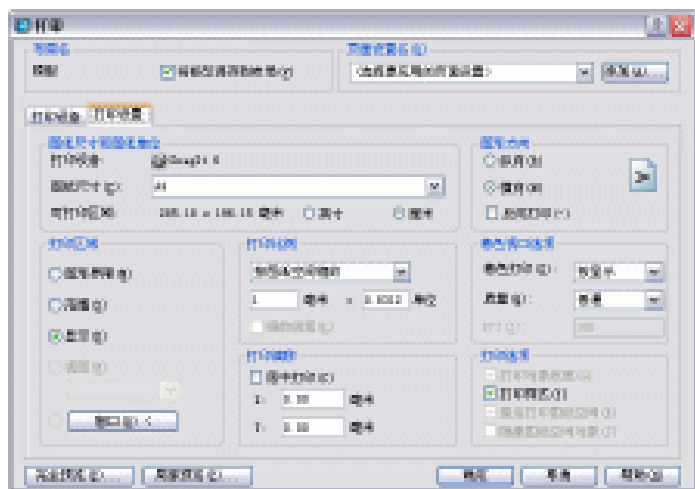

图 1-2-12
(2) 单击“打印设置”选项卡，系统打开如图 1-2-12 所示对话框，在该对话框的“打印比例”区域中根据需要设置出图比例。